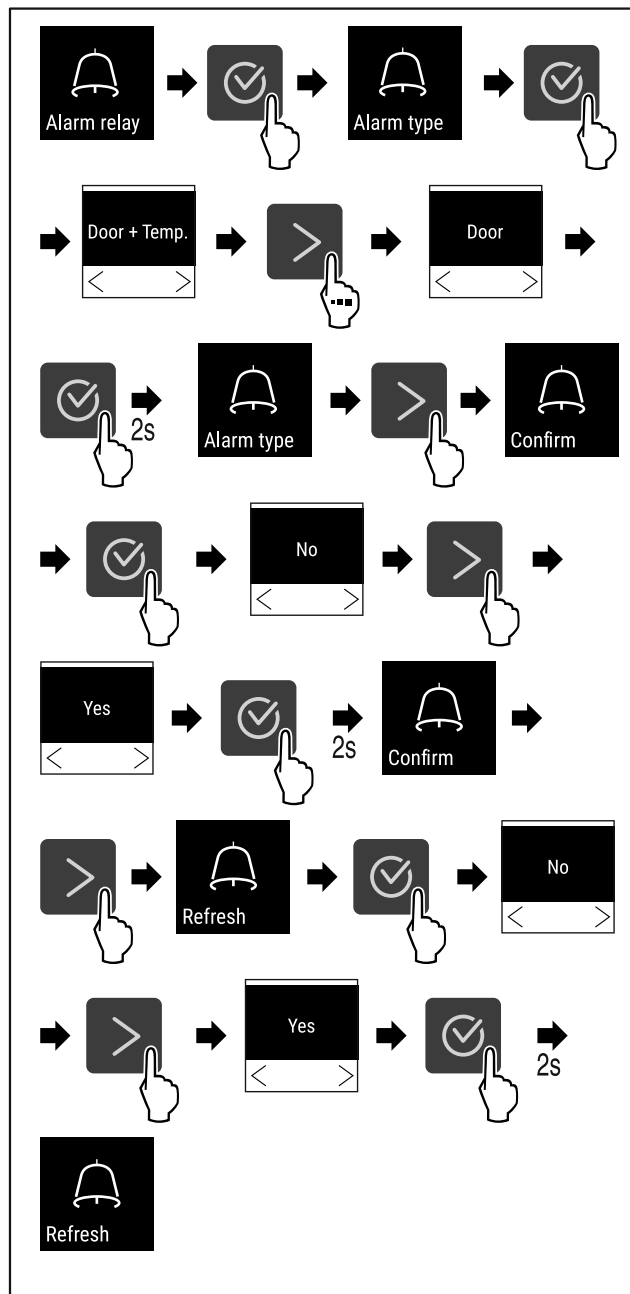

Fig. 145
- Stappen (zie Fig. 145) uitvoeren.